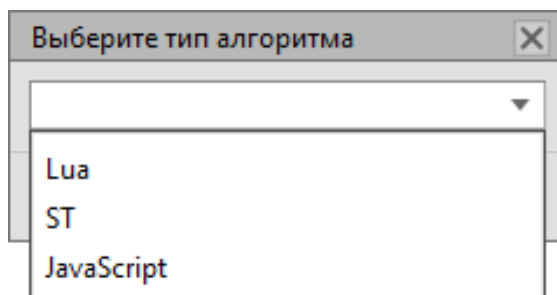

Рисунок 161 - Тип алгоритма
2. Выберите из выпадающего списка тип алгоритма и нажмите **ОК** (Рисунок 161).